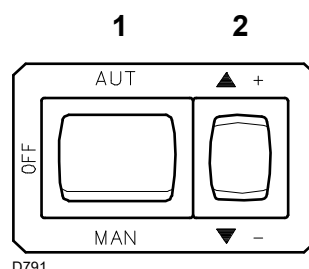
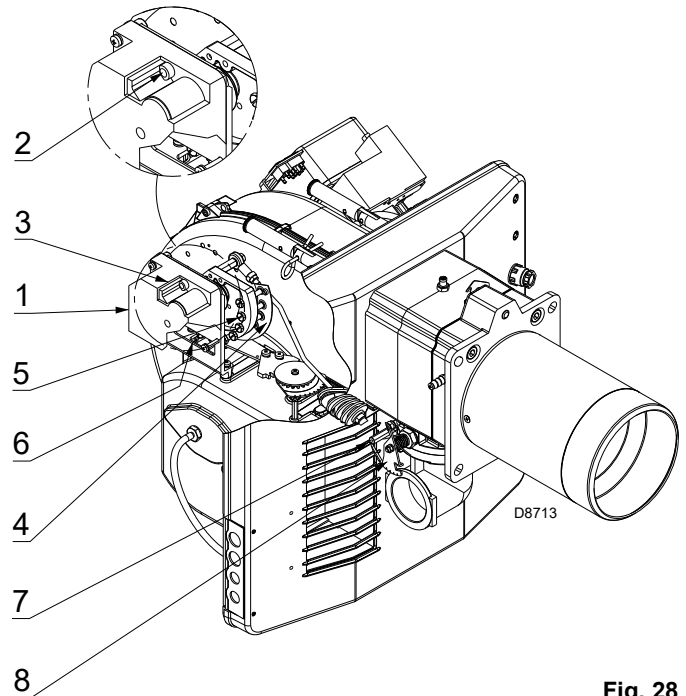
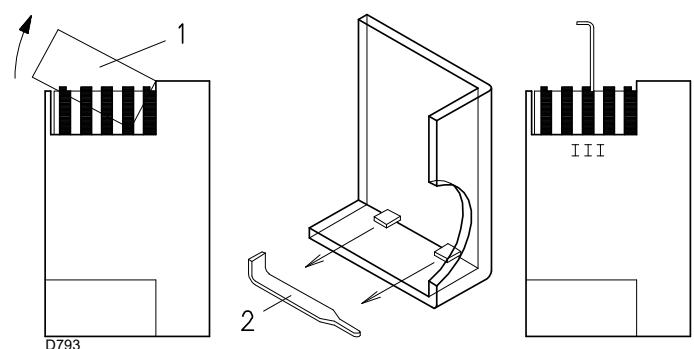

Fig. 27
Fig. 28
Fig. 29
Fechar os termóstatos/pressóstatos e colocar o interruptor Fig. 27 na posição "MAN".
A potência MÁX. é seleccionada dentro do campo de trabalho descrito na pág. 7. Na descrição anterior, deixámos o queimador aceso, funcionando na potência MÍN. Pressionar agora a tecla 2)(Fig. 27) "aumento de potência" e mantê-la pressionada até que o servomotor abra o registo de ar e a válvula borboleta do gás a 90°.
Variar progressivamente o perfil final da came 4)(Fig. 28), actuando sobre os parafusos da came que aparecem no interior da abertura 6)(Fig. 28).
Pressionar o botão 2)(Fig. 27) "diminuição da potência" e mantê-lo pressionado até que o servomotor tenha fechado o registo de ar e a válvula borboleta do gás até 15° (ajuste de fábrica).
- Se deseja diminuí-lo, reduzir um pouco o ângulo da came III (Fig. 29) através de curtos e sucessivos deslocamentos, isto é, passando do ângulo de 15° a 13° - 11°....
- Se é necessário aumentá-la, pressionar um pouco o botão "aumento de potência" 2)(Fig. 27) (abrir de 10-15° a borboleta do gás), aumentar o ângulo da came III (Fig. 29) com curtos e sucessivos deslocamentos, isto é, passando do ângulo de 15° a 17° - 19°....
Para a eventual regulação da came III, retirar a tampa 1 (Fig. 29), inserida com disparo, como indicado na Fig. 29, retirar a chave apropriada 2)(Fig. 29) do seu interior e introduzi-la no encaixe da came III.
Apertar um pouco o botão 2)(Fig. 27) "aumento de potência", de forma que o novo parafuso 5)(Fig. 28) apareça dentro da abertura 6)(Fig. 28), e regulá-lo até obter uma combustão óptima. Proceder da mesma forma com os restantes parafusos.
Apagar o queimador através do interruptor 1)(Fig. 27), (posição OFF), desbloquear a came de perfil variável, colocando a ranhura 2)(Fig. 28) do servomotor na posição vertical e verificar várias vezes, fazendo rodar à mão a came para a frente e para trás, que o movimento seja suave e sem obstáculos.